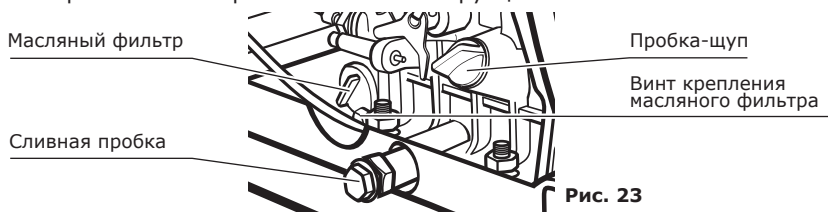

Рис. 23
- Выверните сливную пробку (рис. 23), слейте отработанное масло и установите пробку на место.